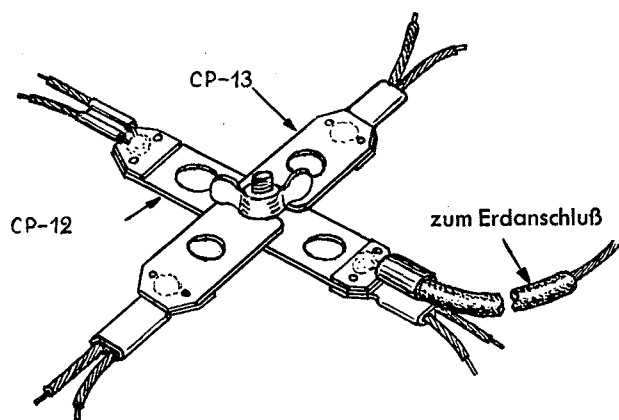

Bild 17 Gegengewichte CP-12 und CP-13
d) Elektrische Gegengewichte CP-12 und CP-13 (Bild 17). Wird das Sende-Empfangsgerät RT-77/GRC-9 als tragbares Gerät mit der Peitschenantenne betrieben, sind die elektrischen Gegengewichte CP-12 und CP-13 zusammenzuschrauben, die dann ein strahlenförmiges Netz von acht Drähten bilden, das auf der Erde unter der Peitschenantenne ausgebreitet wird (Bild 33). Die auf der Haspel RL-29 aufgerollten Gegengewichte sind für eine wirkungsvolle Erdverbindung erforderlich. Sie bestehen aus widerstandsfähigem, biegsamem, gummiisoliertem Draht. (Bild 17 zeigt die Verbindungsglieder.)